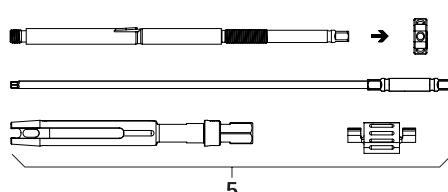

Rys. 2
- Zdemontować dźwignię do nastawiania 4, patrz Rys. 2: Mocno naciągnąć przycisk A i wyjąć śrubokręt FW234R.